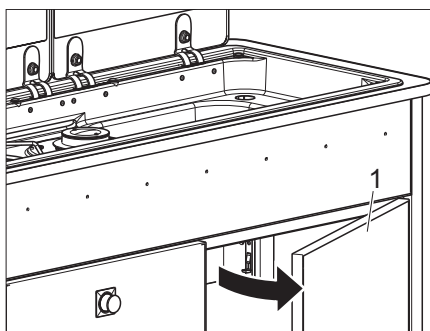

Fig. 81 Aprire la porta dell'armadio
- Aprire la porta dell'armadio (Fig. 81,1).
- Richiudere la porta dell'armadio (Fig. 81,1).